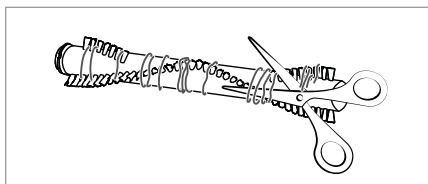

Fig. 28
- 4) Coupez les fils et les cheveux le long des poils du rouleau brosse ㉑ à l'aide de ciseaux (voir fig. 28). Retirez les fils et les cheveux du rouleau de la brosse ㉑.